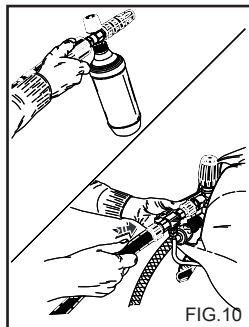

FIG.10
**PUHDISTUSNESTEEN IMUSARJAN ASENNUS (Fig. 10).** (Valinnainen lisävaruste).
- 2) Poista jatkokappale kahvasta ja aseta kaksoisuihkuputki tai säädettävällä pääkappaleella varustettu suihkuputki paikoilleen, kytke painepesuri päälle, kytke suihkuputkella oleva puhdistusaineen imun ohjauspainike päälle (Fig. 10 - 12) ja levitä pesuainetta pestävälle pinnalle alhaalta ylöspäin. Anna vaikuttaa muutaman minuutin ajan.